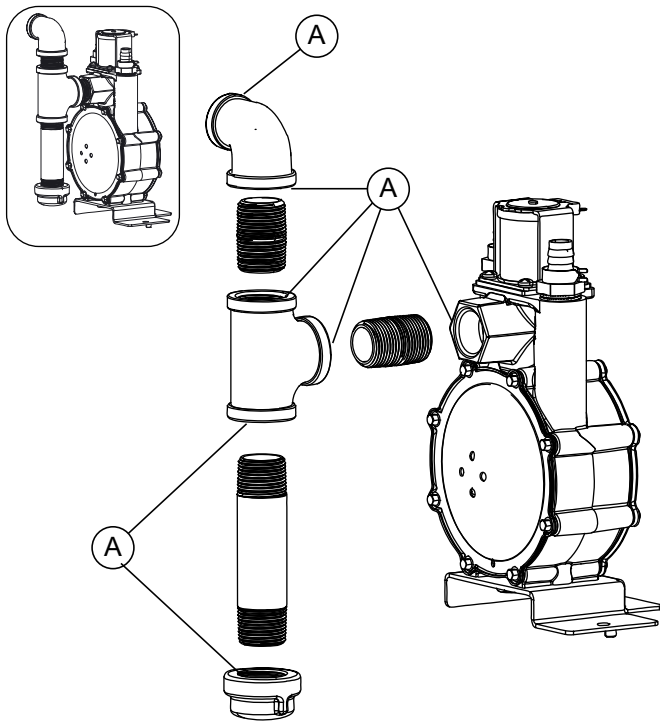

Figura 4-7. Comprobación de fugas en los puntos de conexión
Consulte la Figura 4-7. Realice una prueba final en el sistema de combustible cuando haya instalado el generador. La prueba identificará posibles fugas en todos los puntos de conexión (A).